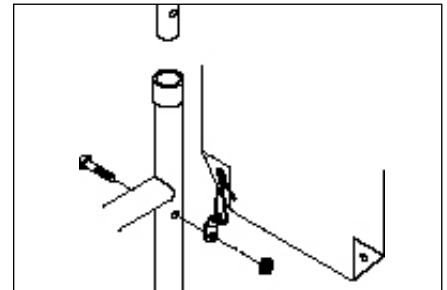

Abb. 6
E. RÜCKENLEHNE HÖHENEINSTELLUNG (Abb. 6)